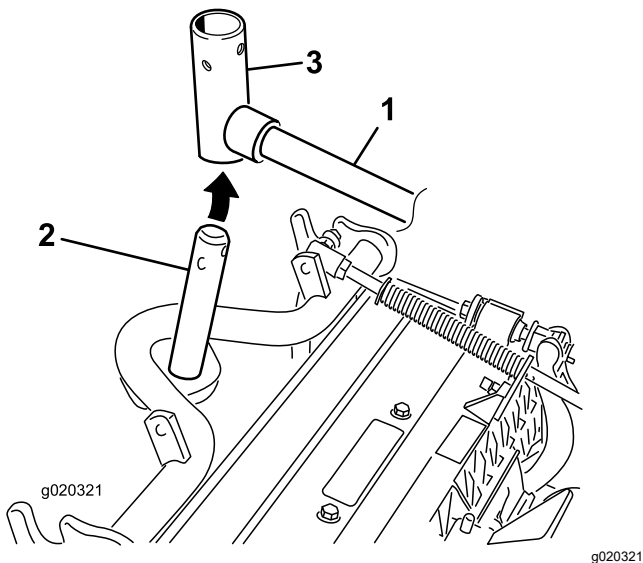

Figura 10
3. Nas unidades de corte dianteiras, faça deslizar uma unidade de corte sob o braço de elevação enquanto insere o veio da estrutura de suporte para cima para dentro da forquilha da articulação do braço de elevação (Figura 10).
2. Insira a forquilha do braço de elevação no veio da estrutura de suporte (Figura 10).